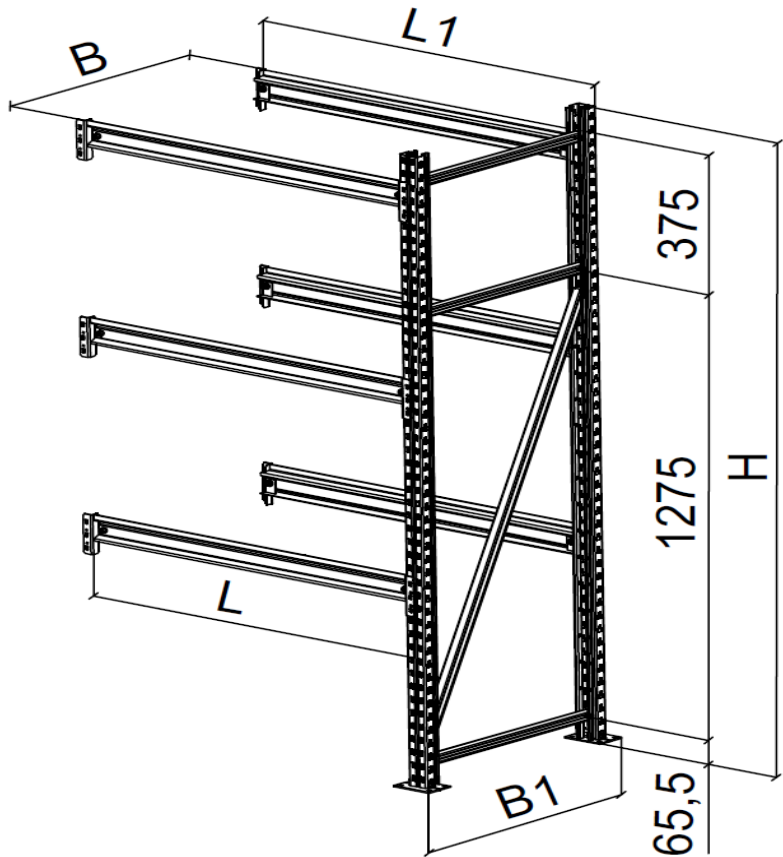

Рисунок 2
2.2. Технические характеристики дополнительных секций приведены в таблице 2 (см. рисунок 2)